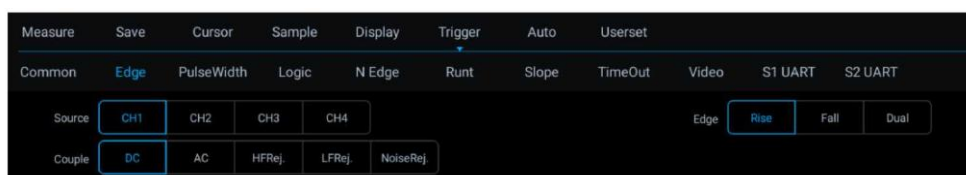

Рисунок 6-12. Меню настройки триггера по фронту
- 1) Нажмите на «Trigger» в главном меню, чтобы открыть меню триггера, выберите триггер по фронту из перечня типов триггера и установите триггер по фронту следующим образом, как показано на Рисунок 6-12: